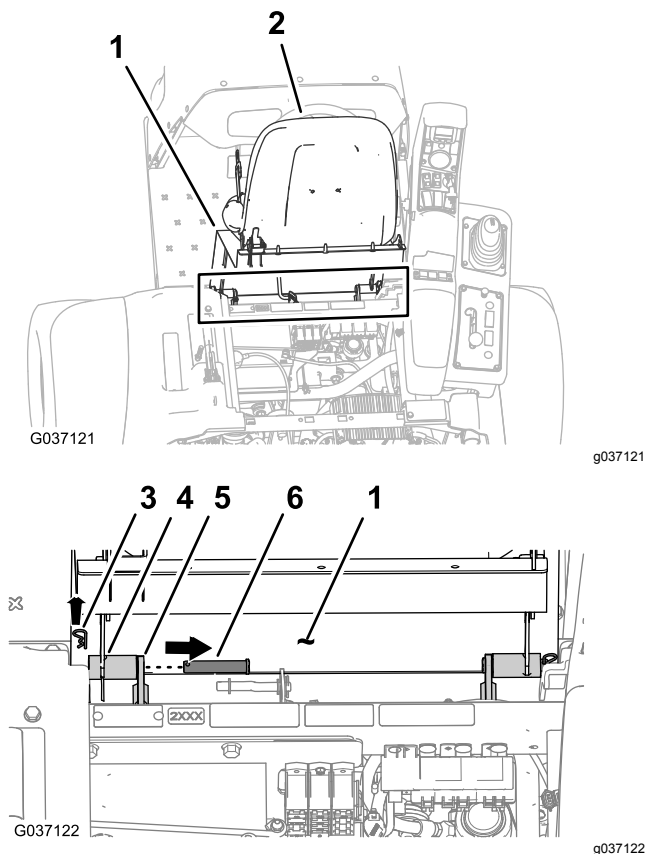

Figura 5
3. Retire os dois ganchos que prendem os encaixes articulados da placa do banco aos suportes do chassis (**Figura 5**).
4. Retire os dois pinos de articulação que prendem o banco e placa do banco ao chassis (**Figura 5**).